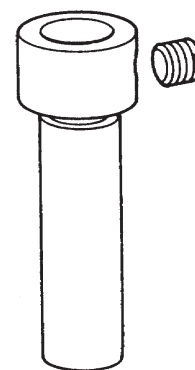
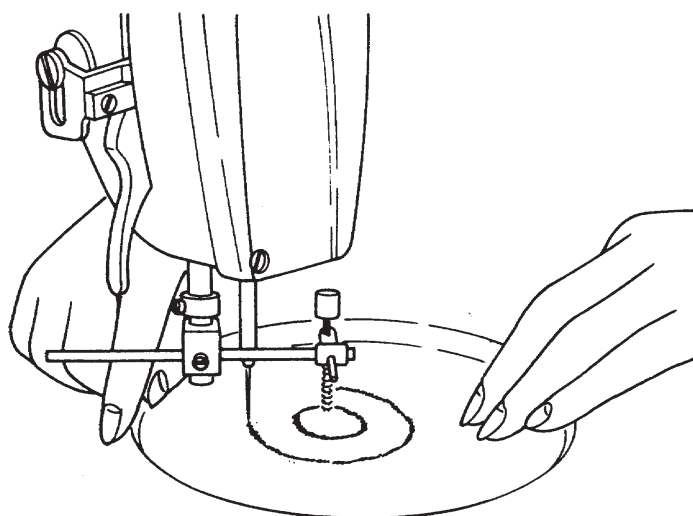

図30 継足B
図31 コンパスの使い方
(1) **コンパス** 一定の巾の円形、または、半円形を刺しゅうするには、図31のコンパスを使用すれば、簡単、かつ正確に刺しゅうできます。この場合、振り巾を固定して刺しゅうします。コンパスを使用されるとき、押え棒が短いので、図30に示す継足B（B-1502-391-BAO 押え棒継足B）を押エ棒に取付け図31のように御使用下さい。